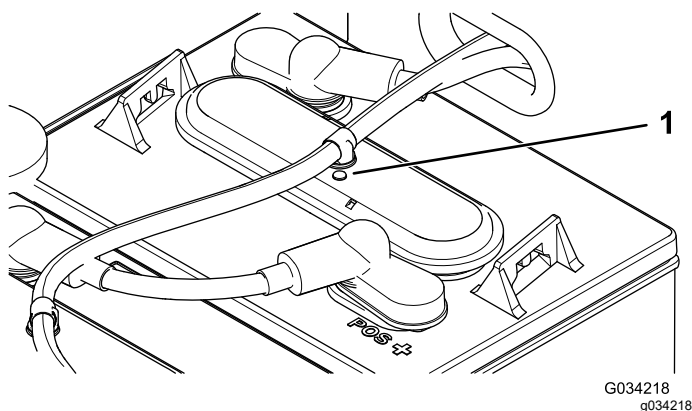

Figura 36
3. Controllate gli occhielli su ciascuna delle batterie per vedere se sono neri o bianchi (Figura 36).